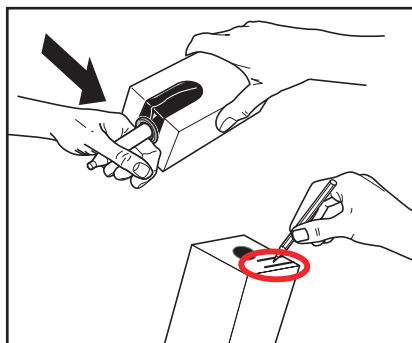

Bild 19
4. Ta bort plasten om produktförpackningen och skriv upp sista förbrukningsdatumet för öppnad produkt på förpackningen (bild 19).
5. Öppna doseringsenheten enligt anvisningarna på produktförpackningen (bild 19).